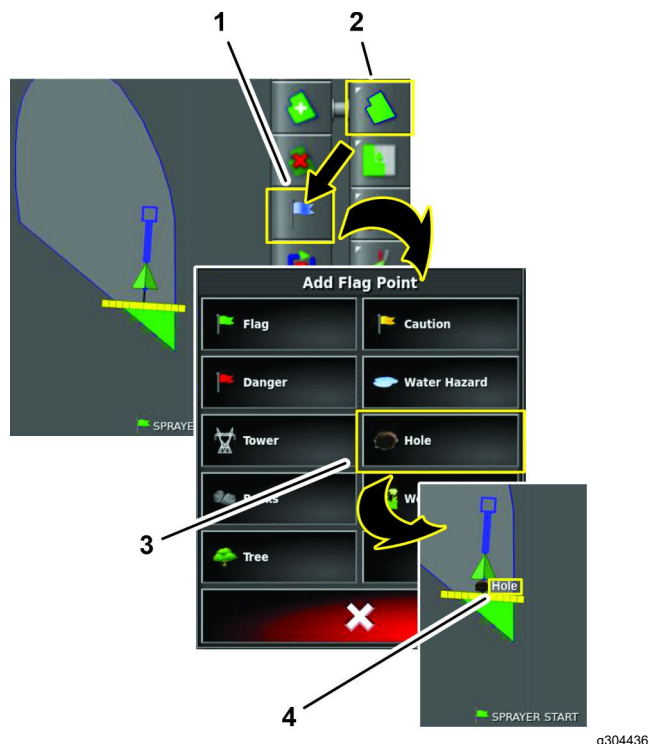

Figura 79
2. Pressione o ícone MENU DE CAMPOS e, em seguida, o ícone APLICAR SINALIZAÇÃO (Figura 79).
3. No menu adicionar ponto de sinalização, selecione uma das sinalizações (Figura 79).
A sinalização é mostrada na consola na parte de trás do veículo (Figura 79).